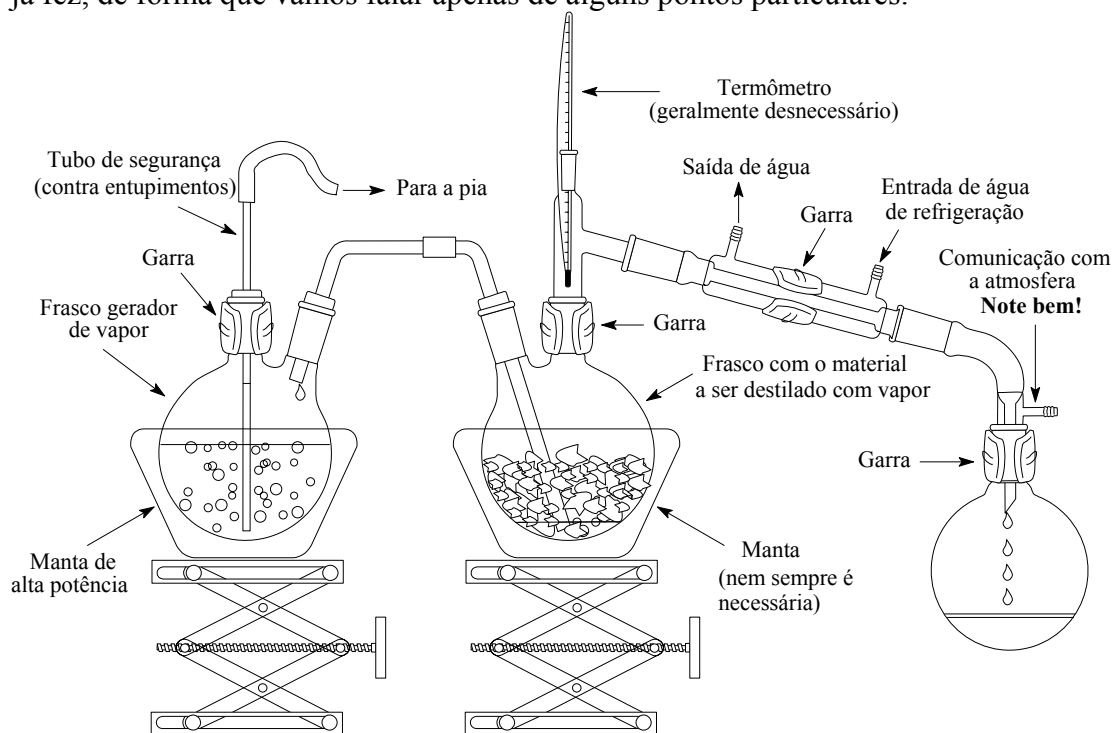

Figura 9.1. Aparelhagem para destilação a vapor pelo método indireto
Método indireto. O esquema simplificado da aparelhagem está esquematizado na figura 9.1. Os princípios a serem observados são os mesmos das destilações que você já fez, de forma que vamos falar apenas de alguns pontos particulares.
* Condensador eficiente é aquele que pode resfriar grande quantidade de vapor em pouco tempo; para isso ele deve ser bem longo (80 cm ou mais) (não se iluda com as proporções do esquema da figura 9.1, elas não são reais) e permitir passagem rápida de água de refrigeração. Pode ser necessário conectar dois ou mais condensadores em série para obter alta eficiência.